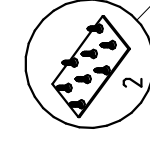

Рис.1
1. Закрепите саморезами (3) крепежные пластины (2) или кронштейны (4) так как показано на рис.1.